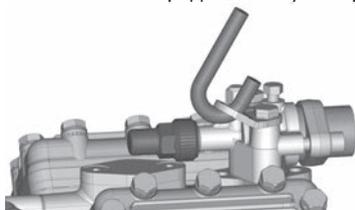
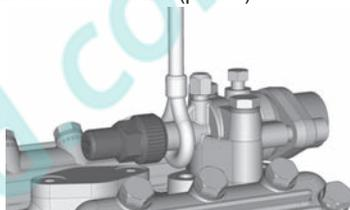

Рис. 8
Рис. 9
- Возможность транспортировки и подвешивания на транспортной петле (рис. 8) или непосредственно у запорного вентиля на линии нагнетания (рис. 9).